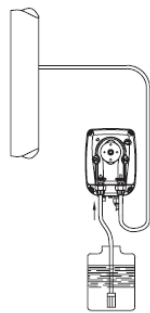

Рис. 5
- 3) Расположить насос, как показано на рис. 5 с учетом того, что он может устанавливаться ниже или выше уровня жидкости, подлежащей дозированию, хотя разница уровней не должна превышать 2 метра. В случае использования жидкостей, генерирующих агрессивные пары, не следует устанавливать насос над резервуаром, если только он не закрыт герметично.